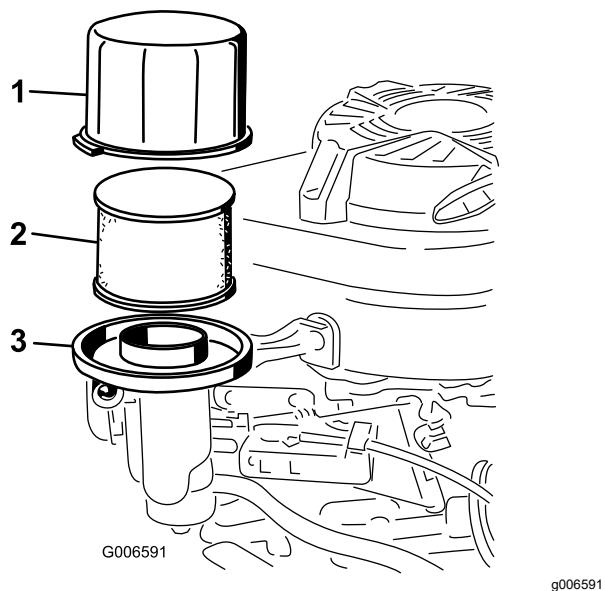

Figura 25
3. Retire la tapa y límpiala a fondo (Figura 25).
4. Retire el prefiltro de espuma del filtro de papel (Figura 25) y sustituya el filtro de papel si está excesivamente sucio.